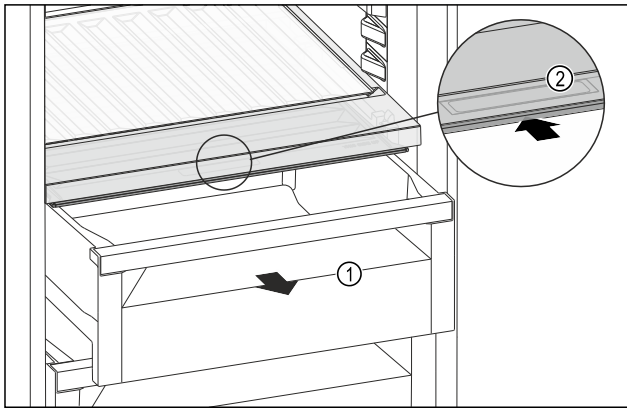

Fig. 186
- ▶ Schubfach *Fig. 186 (1)* herausziehen.
- ▶ Griffmulde *Fig. 186 (2)* am Fachdeckel anfassen und Fachdeckel gleichzeitig nach hinten schieben.